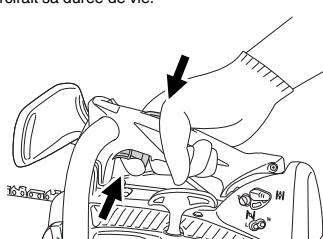

Fig. 14
8. Après avoir démarré le moteur, tirez complètement sur la commande des gaz puis relâchez-la immédiatement. (**Fig. 14**)